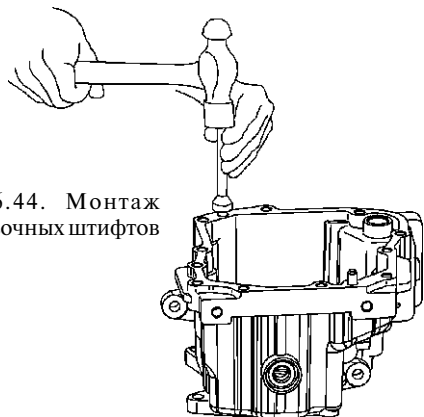

Рис. 6.44. Монтаж установочных штифтов
6. Вставьте два установочных штифта в отверстия поверхности разъема заднего картера, как показано на рис. 6.44.